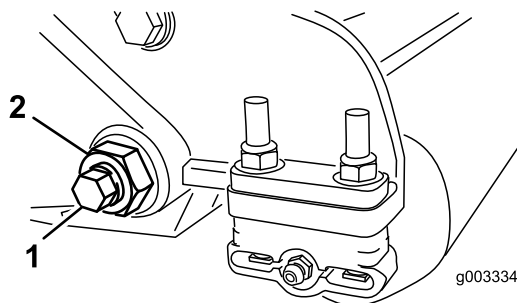

図 34
- ベッドバー・ボルト (図 34) を固定しているロックナット (機体両側) をゆるめる。
- 各ベッドバー・ボルトを抜いて、ベッドバーを下に引き抜いて外す (図 34)。ベッドバーの両端にナイロン・ワッシャとスチー